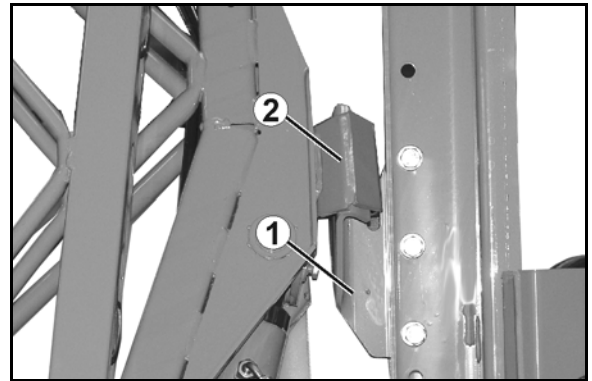

Fig. 80
- fangkrogene (Fig. 80/1) har fat i bomholderen (Fig. 80/2).